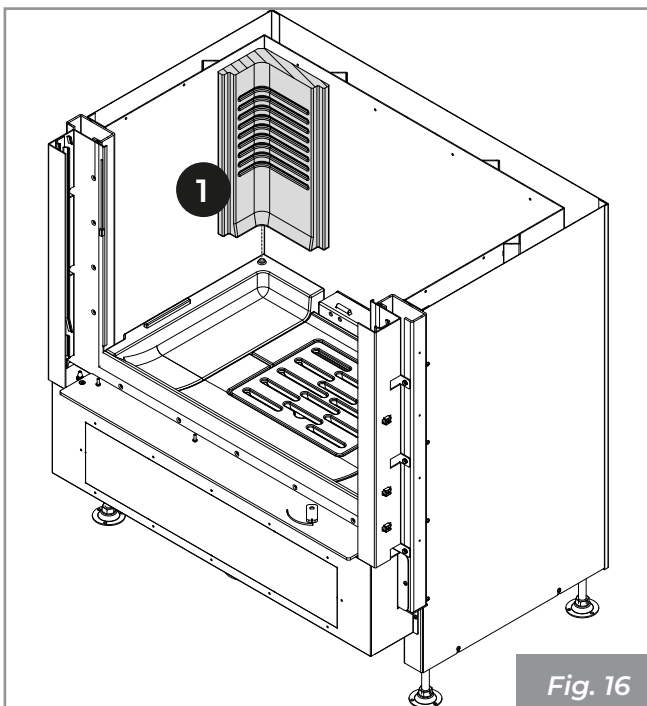

Fig. 16
2) Colocar el refractario angular (1) (Fig. 16).